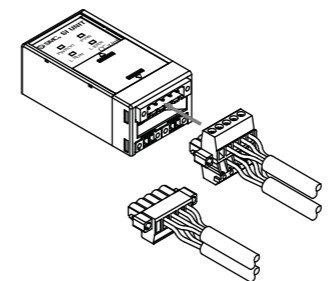

Fig.4
- (4) Véase la Fig.4 sobre la conexión con la unidad.